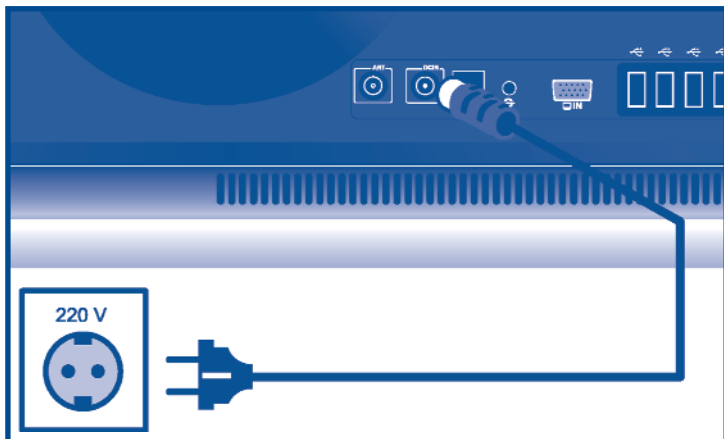

рис.1
3. Подключить кабель электропитания моноблока к соответствующему разъему на моноблоке, затем подключить его к сети 220 В (см. рис.1).